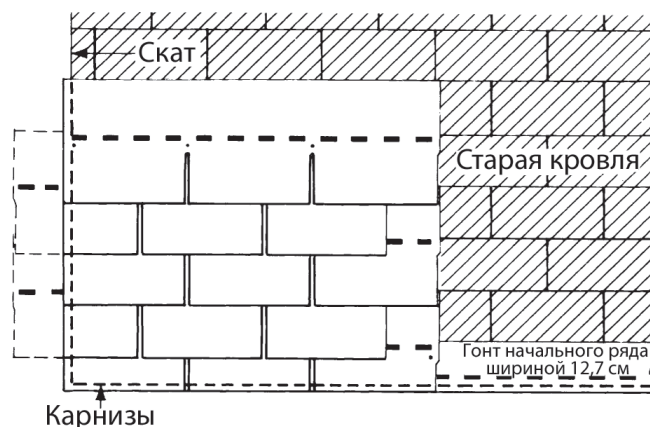

Рис. 10-22. Вертикально, встык.
- Отрежьте 15 см с одной стороны первого гонта начального ряда и уложите получившийся кусок длиной 76,2 см на первый ряд в левом нижнем углу существующей кровли. Этот и все остальные гонты должны соединяться встык с кромками старых гонтов (Рис. 10-22).
- Разместите верхний край полосовых гонтов высотой 25,4 см таким образом, чтобы он соединялся встык с язычками гонтов старого третьего ряда (Рис. 10-22).
- Отрежьте 15,2 см с левого края целого гонта. Уложите верхнюю кромку получившегося куска гонта размером 30,5х76,2 см встык с нижней кромкой гонта старого четвёртого ряда (Рис. 10-22).
- В начале последующих рядов чередуйте целые гонты и куски гонтов шириной 76,2 см (обрезанные на 15 см с левой стороны целые гонты), укладывая вертикальную секцию вверх по скату (Рис. 10-22).